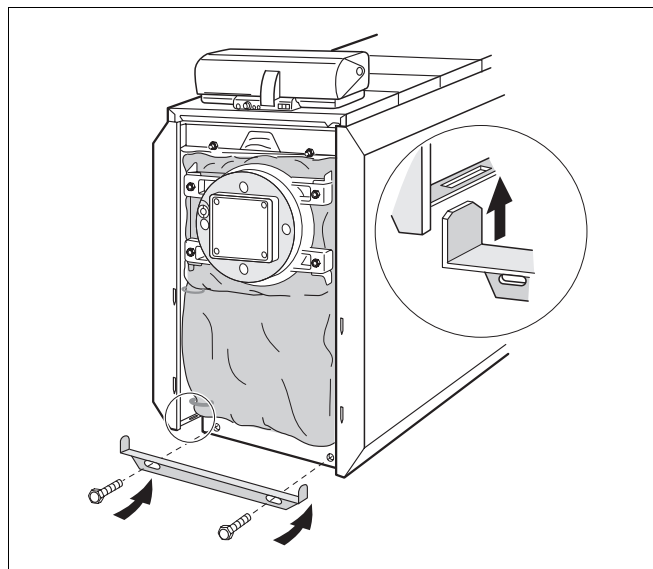

Fig. 21 Fastskruing af nederste travers
- Skub de vinklede lasker på den nederste travers foran ind i slidserne i sidevægsafkantningen, og skru traversen på kedel kroppens forvæg med 2 gevindskruer (fig. 21).